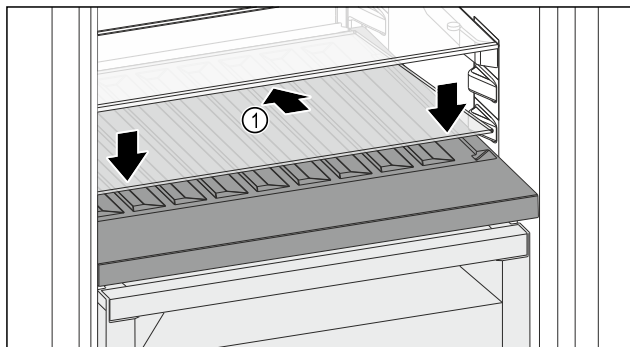

Fig. 125
- ▶ Stekleno ploščo Fig. 125 (1) namestite postrani, nagnjeno spodaj nazaj.
- ▶ Stekleno ploščo Fig. 125 (1) spustite spredaj.